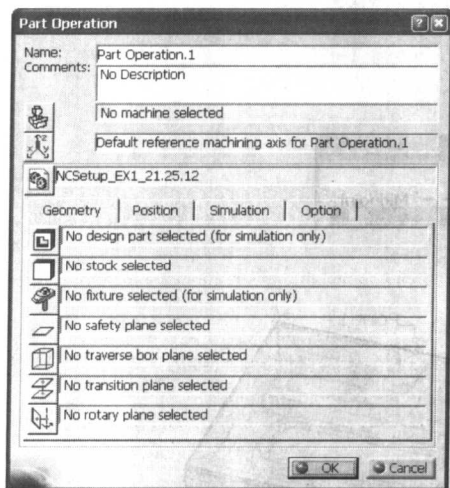

图 1-6
(5) 在特征树的加工过程结点  ProcessList 中双击零件加工操作  Part Operation.1, 弹出如图1-6所示的Part Operation对话框, 其中可以设置数控加工机床、加工坐标系、加工的目标零件、毛坯零件和安全平面等内容。